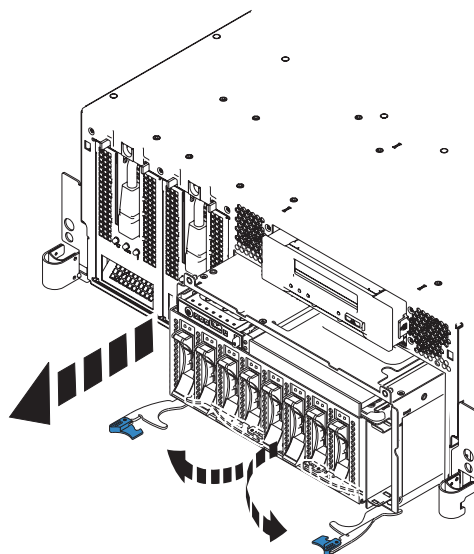
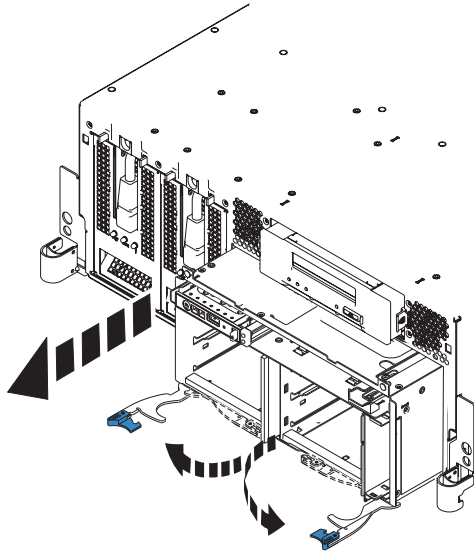

図8. 装着されたディスク・ドライブ・バックプレーンの取り外し
図9. 未装着ディスク・ドライブ・バックプレーンの取り外し
14. 図8 および 10 ページの図9 に示すように、ハンドルをバックプレーン中央から開くように引いて、ディスク・ドライブ・バックプレーンをアンロックします。